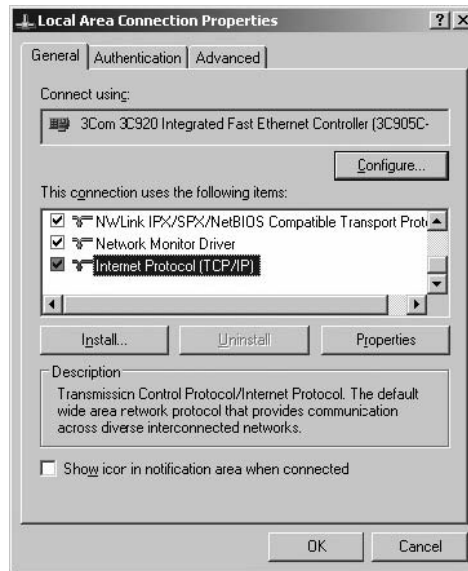

Abbildung 13: LAN-Verbindungseigenschaften
3. Klicken Sie auf die Schaltfläche **Properties** (*Eigenschaften*), um die Verbindungseigenschaften anzuzeigen (Abbildung 13).